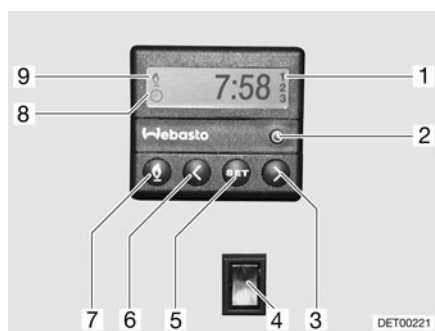

Fig. 167 Unidad de mando para la calefacción auxiliar
- Pulsar la tecla (Fig. 167,7). El funcionamiento de la calefacción se indica con el símbolo (Fig. 167,9). El ventilador apenas se conecta con una temperatura del agua de refrigeración de 30 °C.
- Pulsar la tecla (Fig. 167,7). Se apaga el símbolo (Fig. 167,9).
- Pulsar el interruptor (Fig. 167,4) por abajo. Se precalienta el motor. El ventilador se conecta inmediatamente.
- Pulsar el interruptor (Fig. 167,4) por arriba. El motor permanece frío.
- Pulsar la tecla (Fig. 167,2). El ajuste de la hora se indica con el símbolo (Fig. 167,8).
- Ajustar la hora con las teclas (Fig. 167,3 y 6).
- Pulsar la tecla (Fig. 167,5).
- Ajustar en 10 segundos el tiempo de conexión con las teclas (Fig. 167,3 y 6).
- Pulsar la tecla (Fig. 167,5) tantas veces como sea necesario hasta que aparezca en el display el número de programación (Fig. 167,1).